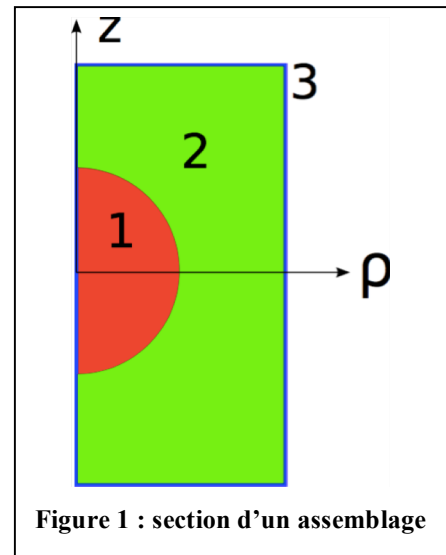

Figure 1 : section d'un assemblage
Le but de l'exercice est d'étudier la distribution de température à l'équilibre dans un système 3D comportant une symétrie axiale (Fig. 1).
6. La fonction **lecture_probleme.m** permet de lire les valeurs des 4 paramètres physiques de la simulation. Pour chacun des maillages fournis, les numéros de régions du système correspondent aux données de la figure 1.
En vous aidant de la figure 1 et des fichiers *.pro fournis, définir la pertinence de chacun des paramètres pour toutes les régions.
13. Appliquer maintenant votre programme à la structure cylindrique présentée figure 1. On utilisera les maillages `sphere_axi_*.pro` contenant le maillage, les valeurs des paramètres dans chaque région (voir tableau ci-dessous).